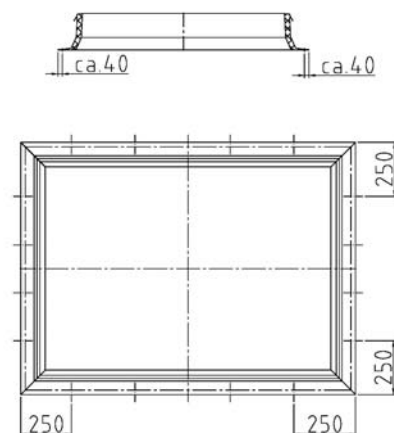

Bild 1: Anordnung der Befestigungspunkte
1. Aufsetzkranz nach den Anforderungen der DIN 1055 Teil 4 und 5 auf der Unterkonstruktion befestigen. Die einzelnen Befestigungspunkte im Abstand von 25 cm setzen (Bild 1). Dieses Befestigungsschema ist für den Dachmittbereich ausreichend, in Bereichen mit höheren Soglasten können zusätzliche Maßnahmen erforderlich sein. Die Befestigungsmittel sind bauseits zu beschaffen. Pro Befestigungspunkt ist eine abhebende Last von 1500 N abzuleiten.